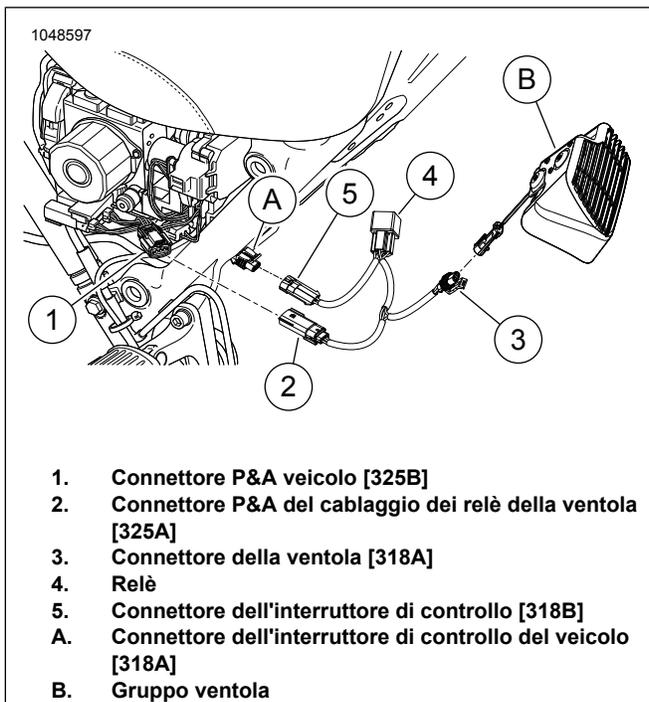
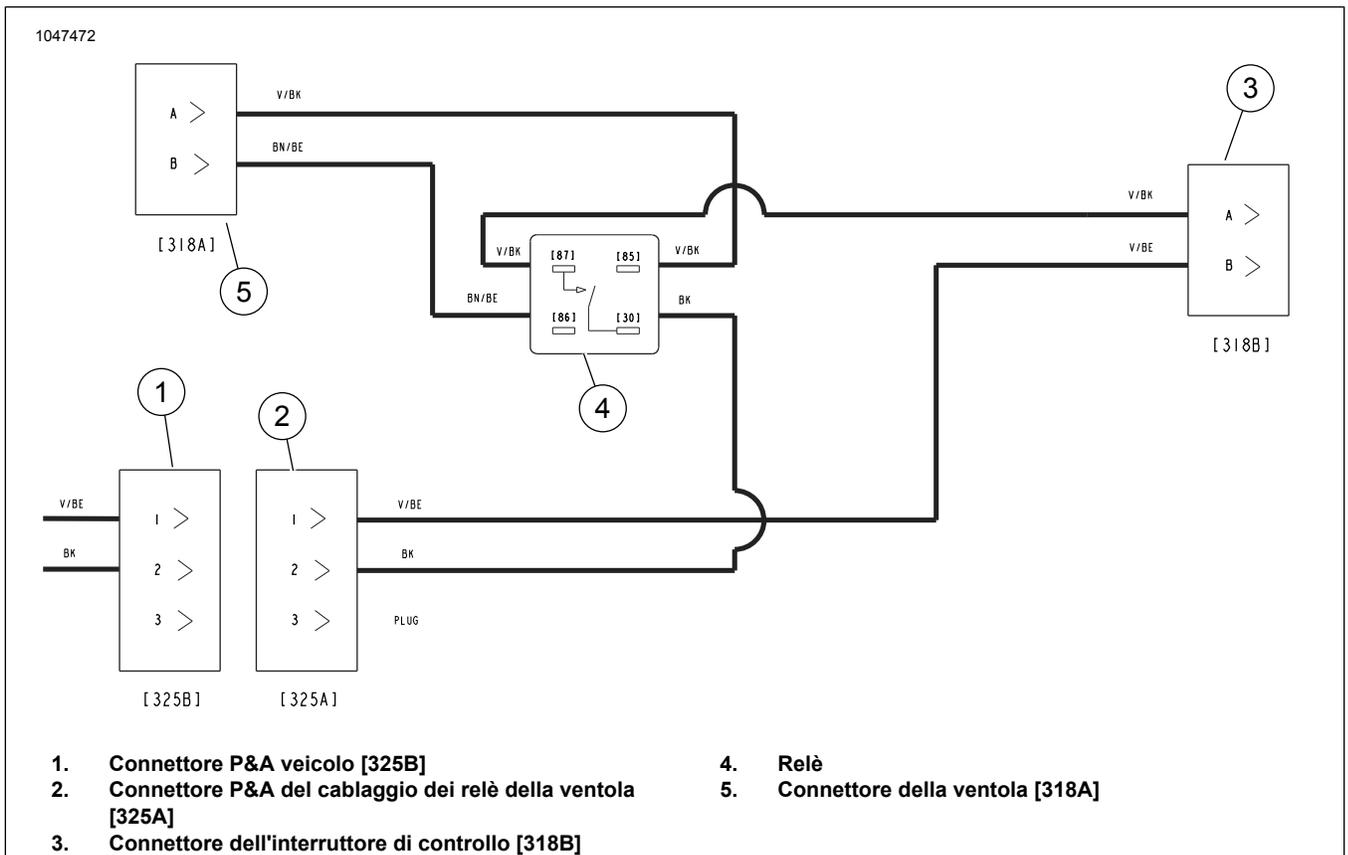

Figura 4. Connettori del cablaggio
Figura 5. Diagramma del cablaggio della ventola di comfort termico
Vedere Figura 5 Installare il cablaggio opzionale dell'adattatore del circuito commutato per collegare più di un accessorio fra il connettore P&A del veicolo (1) e il connettore del cablaggio del relè della ventola (2).
Vedere Figura 4 e Figura 5. Collegare i connettori del cablaggio.